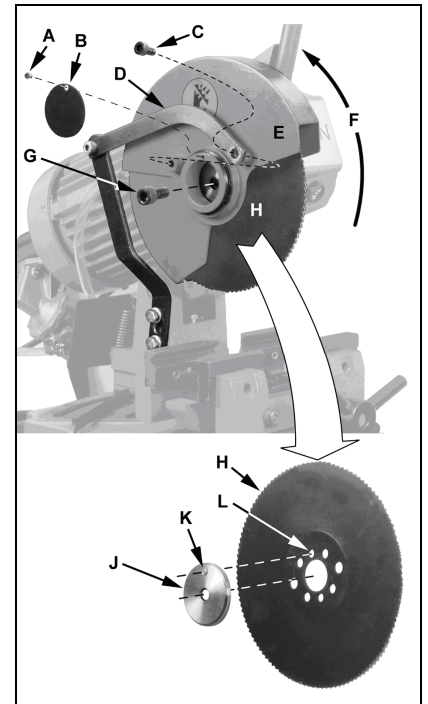

Fig 5
Entfernen Sie die Schraube (A, Fig 5) und die Abdeckkappe (B).